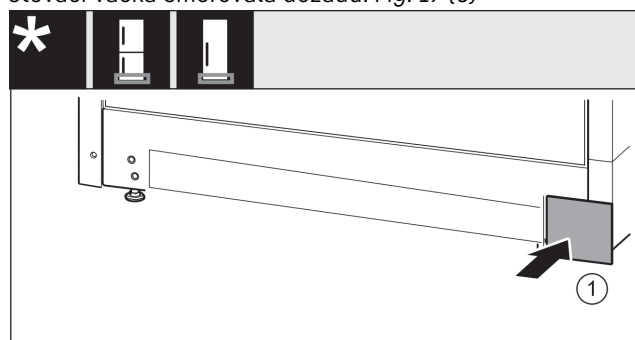

Fig. 20
- Kryt opět nasadte na druhé straně. Fig. 20 (1)